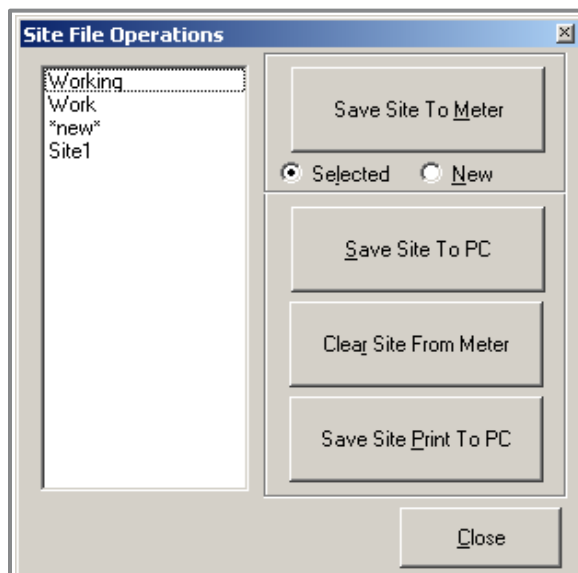

Рисунок 33: Окно *Site File Operations* (Операции с файлами объекта)
2. Откроется окно, показанное на рис. 33. Введите название и нажмите [OK].